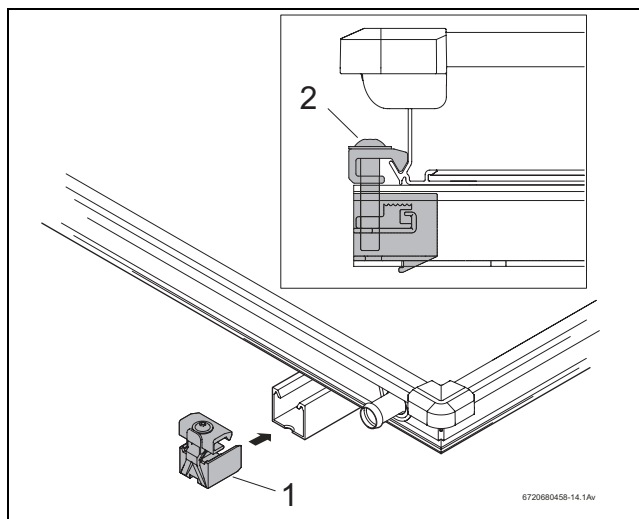

Рис. 40 Односторонний зажим коллектора слева
- ▶ Вставьте односторонние зажимы (рис. 40, [1]) в верхнюю и нижнюю профильные рейки.
- ▶ Придвиньте зажимы к раме коллектора и затяните шестигранным ключом (SW 5) (рис. 40, [2]).